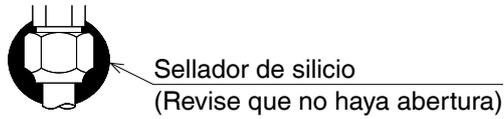

Fig. 9
- Cuando use el modo de enfriamiento de temperatura baja exterior, la presión en el lado de presión baja podría caer, de manera que la tuerca acampanada en las válvulas de cierre deberá sellarse completamente con sellador de silicio o equivalente a fin de prevenir congelamiento en esta (en los lados de gas y líquido). (Consulte la **Fig. 9**)